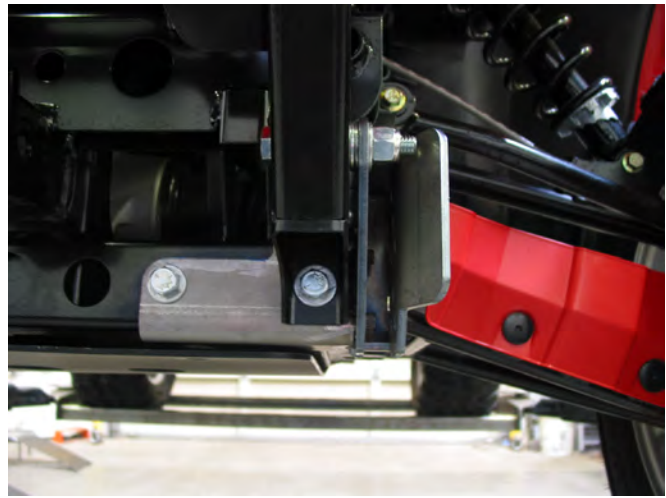

Figure 4
- Placez les kits de montage de lame (A1, A2) en position. Voir la figure 4. Posez les fixations (B1, B2, B3) (B4, B5, B6, B7) tel qu'indiqué dans la liste des pièces. Ne serrez pas pour l'instant.